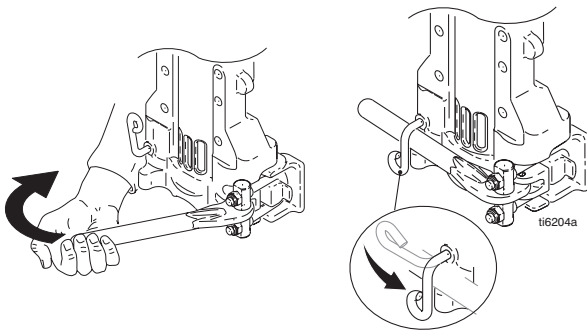

FIG. 27
6. FIG. 27. Aperte o dispositivo de fecho e rode o respectivo trinco para a posição de fecho.